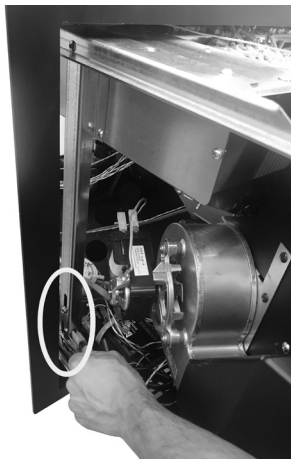

Fig. 20 - Allentare viti
- Allentare le 2 viti esagonali su entrambi i lati dell'inserto (vedi **Fig. 20**).